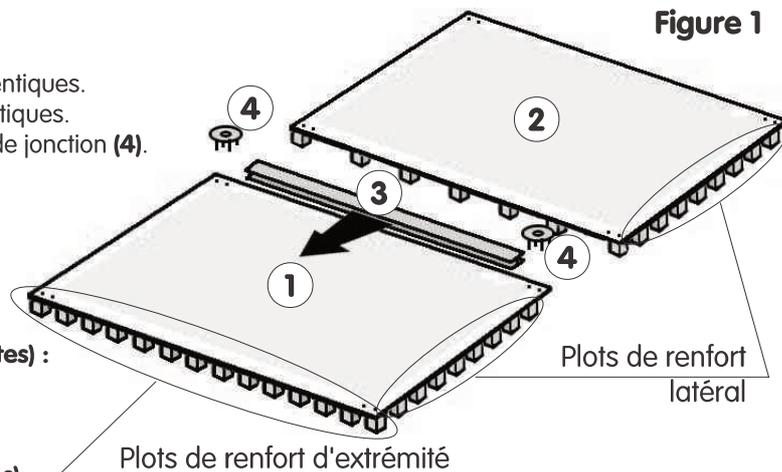

Figure 1
### 1 - Plancher (toutes les pistes) (voir Fig. 1) :
1 - Poser la première plaque d'extrémité (1) au sol, en positionnant les plots de renfort suivant Fig. 1 & 2.
2 - Emboîter un profil de jonction (3) centré sur la première plaque d'extrémité (1) (suivant Fig. 1).